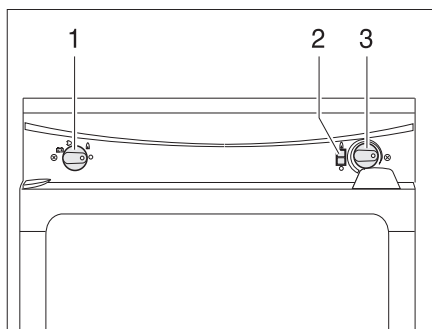

Fig. 133 Elementos de mando para el frigorífico (Thetford sin SES)
- Situar el selector de energía (Fig. 133,1) en la posición gas "🔥".
- Presionar el regulador giratorio (Fig. 133,3) y mantener pulsado. El suministro de gas está abierto. El encendido se realiza automáticamente. Se oye un sonido de tic-tac hasta que el proceso de encendido se haya llevado a cabo con éxito.
- Mantener pulsado el regulador giratorio (Fig. 133,3) hasta que el indicador de llama (Fig. 133,2) esté verde y soltarlo entonces. Al apagarse la llama, el aparato de encendido repite automáticamente el proceso de encendido.
- Situar el selector de energía (Fig. 133,1) en "○". El frigorífico está desconectado.
- Poner el selector de energía (Fig. 133,1) en funcionamiento con 230 V "⚡".
- Ajustar la temperatura de refrigeración con el regulador giratorio (Fig. 133,3).
- Situar el selector de energía (Fig. 133,1) a funcionamiento con 12 V "🔋".